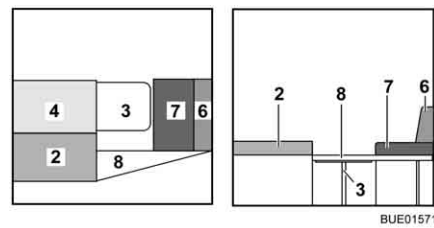

Bild 159 Under ombyggnaden
- Lägg ryggdynan (Bild 159,4) bredvid sittdynan (Bild 159,2).
- Fäll upp stödet till sängbreddningen (Bild 159,8) och häng sängbreddningen i fästena på sittbänken.